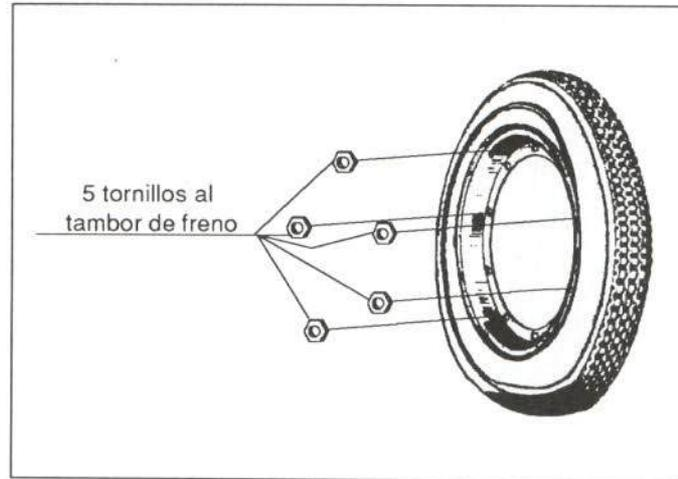

Figura 24.- Unión de la rueda delantera
Va sujeta mediante tuercas al tambor de freno. En la figura 24 se muestra su fijación.
Para la sustitución del amortiguador delantero, deberá desmontarse previamente la rueda delantera (figura 24).
- Rueda delantera (apartado 7.2.1 y figura 24).